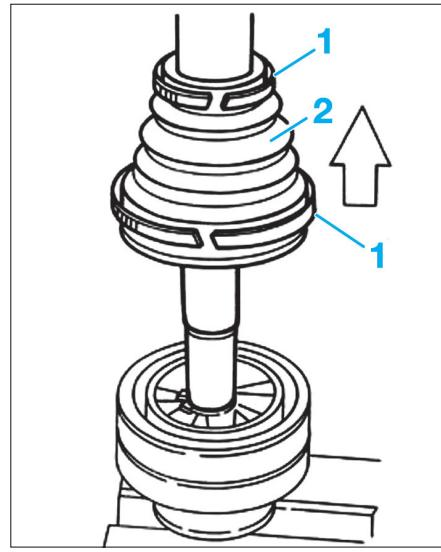

Fig. 6
- Déposer les colliers (1) de fixation du soufflet (2) (Fig.6).